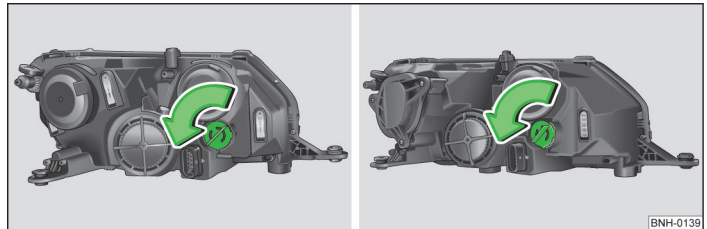

Abb. 171 Prinzipdarstellung: Scheinwerfer mit Halogen-Licht / Scheinwerfer mit Xenon-Licht
- › Die Fassung mit der Glühlampe » Abb. 171 bis zum Anschlag in Pfeilrichtung drehen und herausnehmen.